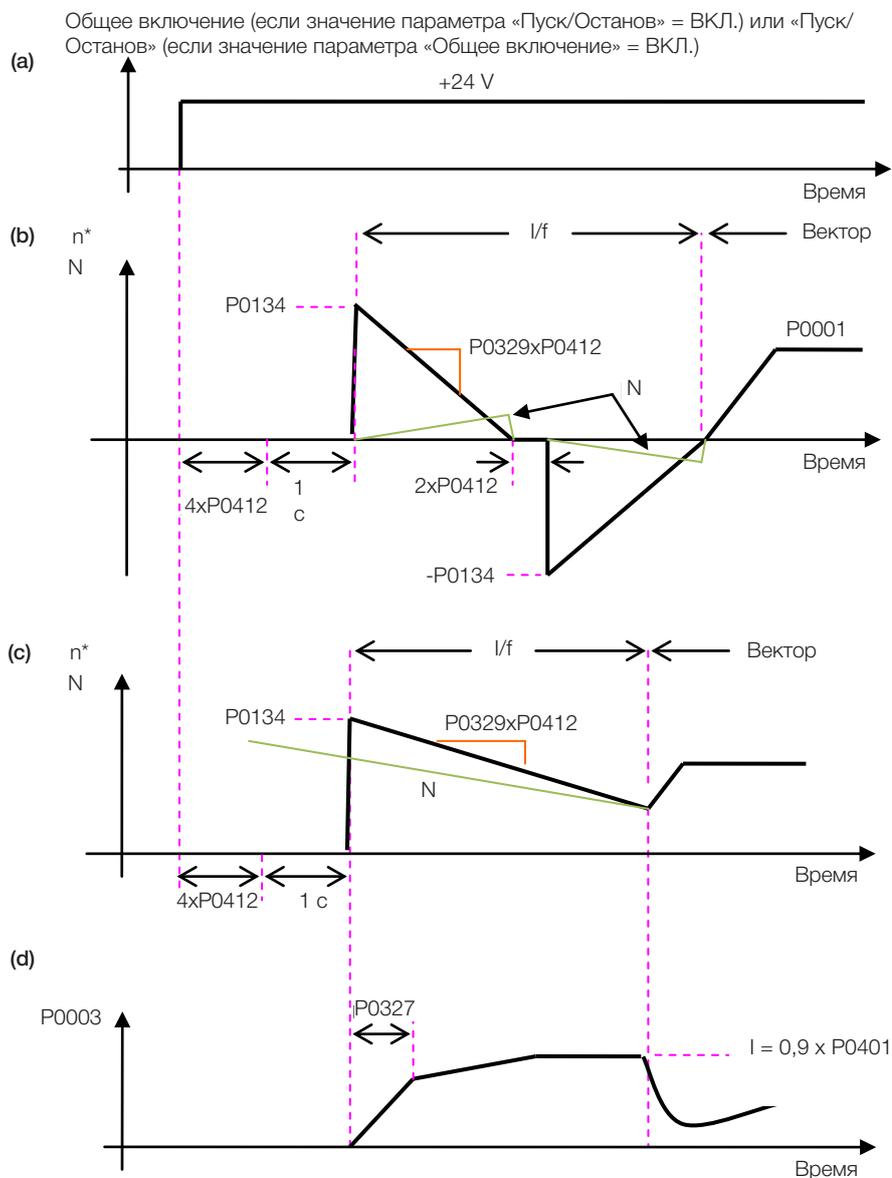

Рисунок 13.3: (a) – (d) Влияние параметров P0327 и P0329 в процессе пуска с хода (P0202 = 4)
Поведение функции «Пуск с хода» (FS) в бессенсорном режиме во время ускорения и повторного ускорения может можно понять из Рисунок 13.3 на странице 13-8.
На рисунке Рисунок 13.3 на странице 13-8 показана уставка скорости при активировании функции пуска с хода, если вал двигателя уже запущен в нужном направлении или вал остановлен при оптимизированном значении P0329.
На Рисунок 13.3 на странице 13-8 показана уставка скорости, когда функция FS запускается с валом электродвигателя, уже вращающимся в необходимом направлении, или с остановленным валом и уже оптимизированным параметром P0329.